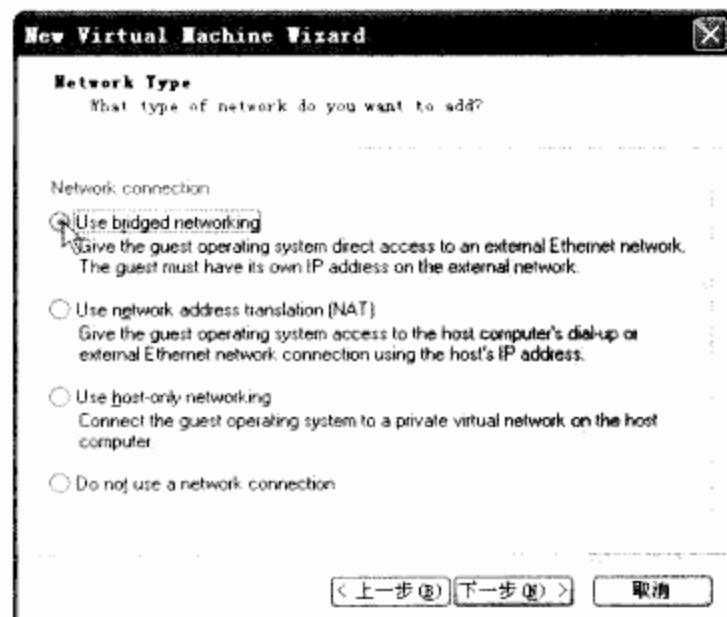

图 2.8 指定虚拟机的网络连接类型
⑦ 指定虚拟机的网络连接类型，一般使用桥接方式（bridged networking），如图 2.8 所示。安装完华后可以再进行修改。